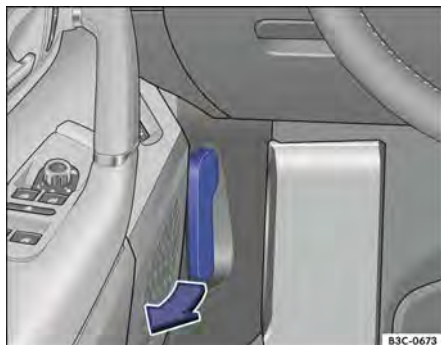

Fig. 224 Na área para os pés no lado do condutor: alavanca de destravamento da tampa do compartimento do motor.
- Abrir a porta do condutor e puxar a alavanca de destravamento no sentido da seta → Fig. 224. A tampa do compartimento do motor salta para fora do travamento do fecho pela pressão da mola → .